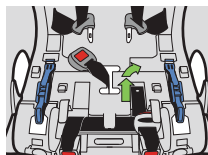
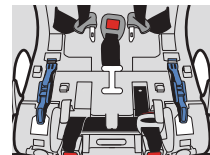

Figure 12
Figure 13
- Faites glisser la sangle d'entrejambe dans l'autre fente de la sangle d'entrejambe, tel qu'illustré dans la **Figure 12**, tout en vous assurant que le bouton de déverrouillage rouge de la boucle fait face à l'extérieur du siège, tel qu'illustré dans la **Figure 13**.